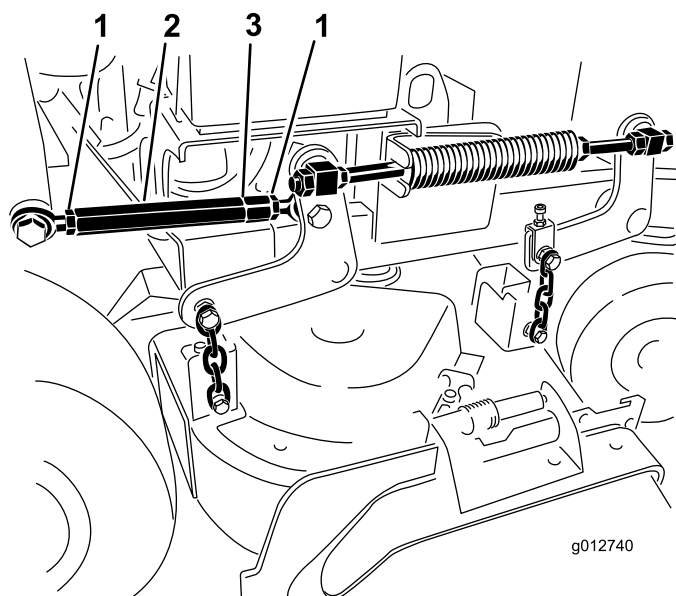

Figura 86
7. Afloje las contratueras en ambos extremos del tensor (Figura 86).
Nota: El extremo del tensor que tiene la muesca mecanizada tiene rosca a izquierdas (Figura 86).